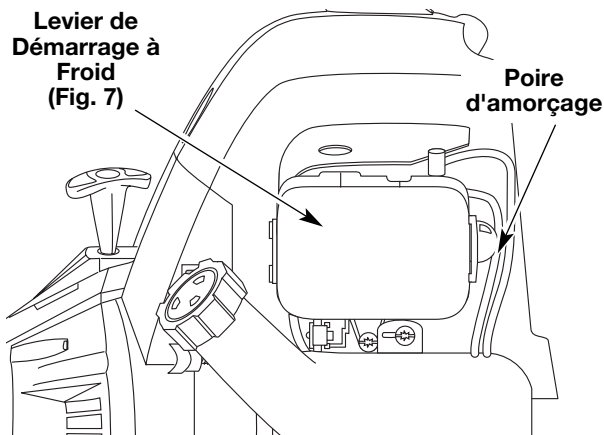

Fig. 8
4. Pressez et relâchez la poire d'amorçage à 10 reprises, lentement. Une certaine quantité de **carburant devrait être visible dans la poire d'amorçage** et les conduites de carburant (Fig. 8). Si vous n'apercevez pas de carburant dans la poire, pressez et relâchez la poire autant de fois que nécessaire jusqu'à ce que vous aperceviez du carburant dans cette dernière.